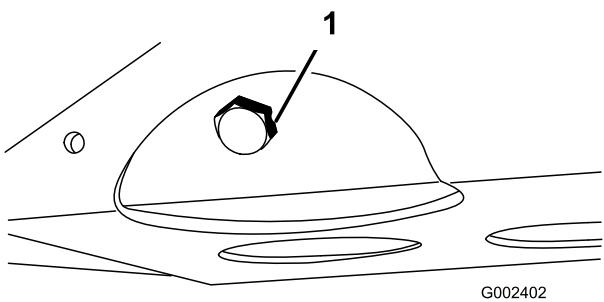

Figura 44
2. Retire el tapón de vaciado y deje fluir el aceite a un recipiente apropiado (Figura 44).